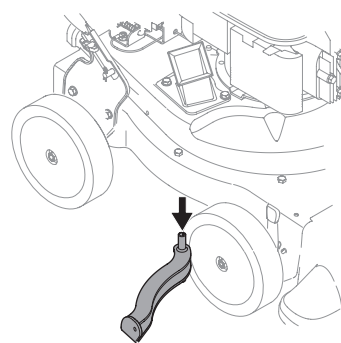

Figura 17
7. Saque la pantalla y límpiela con un cepillo o lávela con agua. Vea la Figura 17.